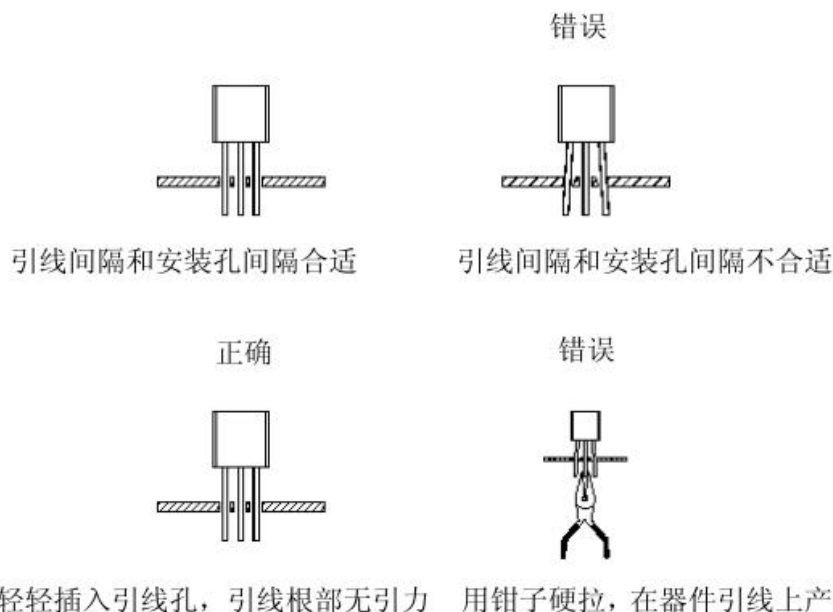

图 4 器件的安装
- ① 印刷电路板上安装孔的间隔要与引线的间隔一致，插入时不要硬拉引线，以免造成引线和管壳间的过大应力，见图 4。沿引线轴方向的引线拉力与引线直径有关，操作时不应超过表 4 的规定值。